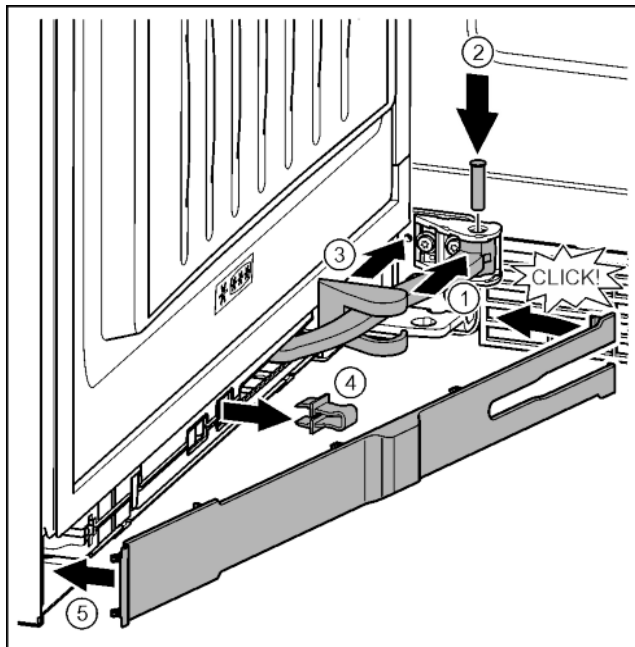

Fig. 40
- ▶ Повернуть шарнир в навеске. Fig. 40 (1)
- ▶ С помощью отвертки T15 вставить палец в навеску и шарнир. При этом следить за тем, чтобы выступ фиксатора занимал правильное положение в пазу. Fig. 40 (2)
- ▶ Переместить крышку опорного кронштейна вдоль шарнира и установить над навеской. Fig. 40 (3)
- ▶ Снять предохранитель. Fig. 40 (4)
- ▶ Установить накладку со стороны ручки и повернуть. Fig. 40 (5)